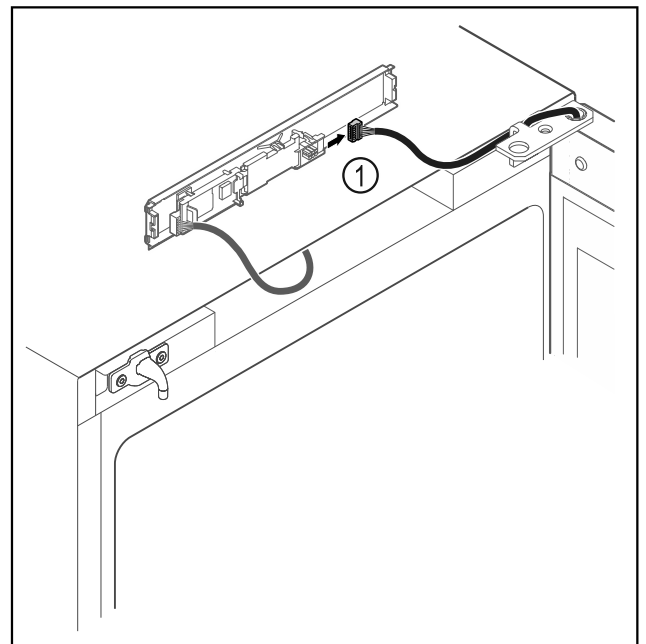

Fig. 12
- ▶ Витягнути штекер Fig. 12 (1) з плити.